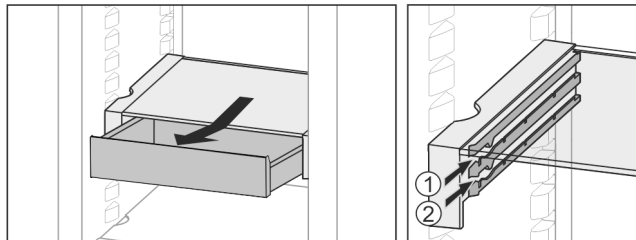

Fig. 29
- ▶ Skub den ind i den ønskede højde Fig. 29 (1) eller Fig. 29 (2).